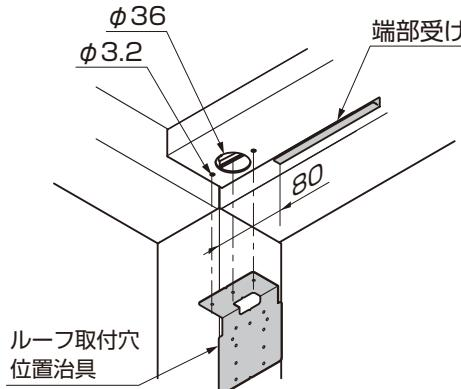

図11-60 A部詳細図
- 以降の施工手順手順については「P.58 ⑦」からの手順を参考して下さい。
- 端部受け材は縦樋がつく側の端部から80mmの範囲は取付けないでください。(図11-60参照)